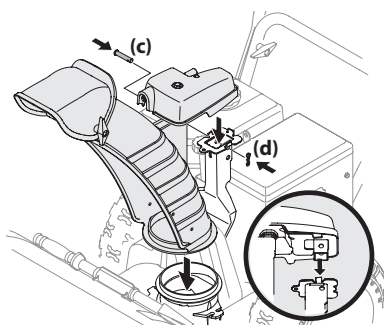

Figure 2-14
2. Positionnez la goulotte sur sa base. Maintenez la commande de la goulotte sur son support avec la goupille fendue (d) et l'axe de chape (c) retirés au paragraphe 1. Voir Figure 2-14.